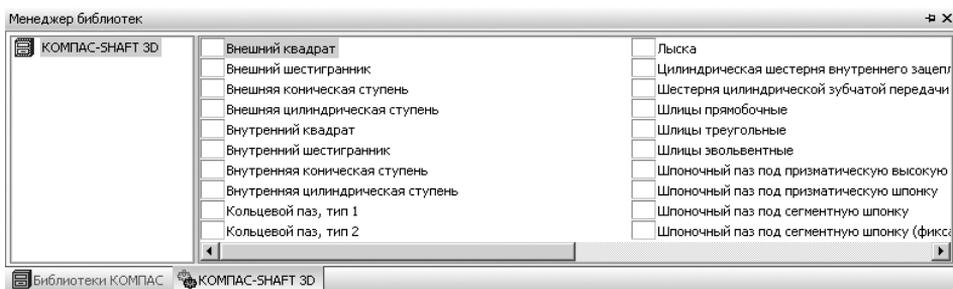

Рис. 3.80. Окно системы управления библиотеками **Менеджер библиотек** с добавленной и раскрытой системой КОМПАС-SHAFT 3D
- щелкните дважды в окне системы управления библиотеками **Менеджера библиотек** по системе КОМПАС-SHAFT 3D. Появится галочка, и через некоторое время произойдет подключение выделенной системы, раскроется ее содержимое (рис. 3.80).
- щелкните дважды в окне системы управления библиотеками **Менеджер библиотек** с добавленной и раскрытой системой КОМПАС-SHAFT 3D (см. рис. 3.80) по пункту **Внешняя цилиндрическая ступень**. В строке сообщений системы КОМПАС-3D появится подсказка: **Укажите плоскость и плоскую грань**;
- щелкните дважды в окне системы управления библиотеками **Менеджер библиотек** с добавленной и раскрытой системой КОМПАС-SHAFT 3D (см. рис. 3.80) по пункту **Шестерня цилиндрической зубчатой передачи**. В строке сообщений системы КОМПАС-3D появится подсказка: **Укажите плоскость и плоскую грань**;
- щелкните дважды в окне системы управления библиотеками **Менеджер библиотек** с добавленной и раскрытой системой КОМПАС-SHAFT 3D (см. рис. 3.80) по пункту **Кольцевой паз, тип 1**. В строке сообщений системы КОМПАС-3D появится подсказка: **Укажите плоскую грань**;
- щелкните дважды в окне системы управления библиотеками **Менеджер библиотек** с добавленной и раскрытой системой КОМПАС-SHAFT 3D (см. рис. 3.80) по пункту **Внутренняя цилиндрическая ступень**. В строке сообщений системы КОМПАС-3D появится подсказка: **Укажите плоскую грань**;